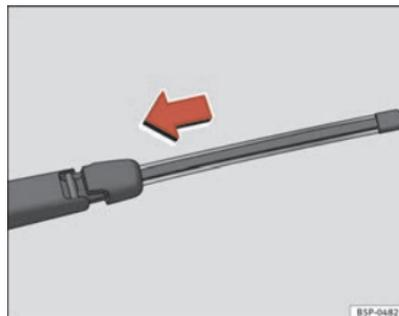

Fig. 170 Pose du balai d'essuie-glace arrière
- Placez le balai comme indiqué sur la figure ⇒ page 253, fig. 170 puis faites glisser l'adaptateur jusqu'à ce qu'il s'emboîte.